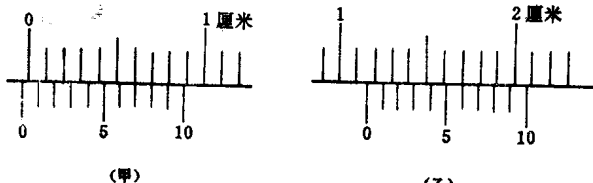

图 1-8
5. 当游标卡尺的两个测脚并拢时，游标的位置如图 1-8 (甲) 所示。在测量一铁块的长度时，游标卡尺的位置如图 1-8 (乙) 所示。因此，铁块的真实长度是